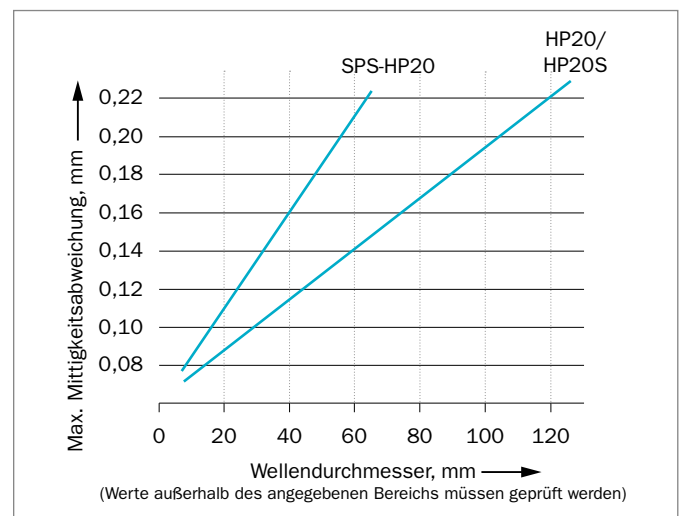

Abbildung 27: Maximale STBM-Werte (Exzentrizität der Welle gegenüber der Bohrung)
Für einen ordnungsgemäßen Betrieb der Hochdruck Stefa® Radialwellendichtringe muss der STBM-Wert unterhalb des Grenzwerts liegen. Dieser wird angegeben in Abbildung 27.
- Die maximale Exzentrizität bei Montage und Betrieb muss übereinstimmen mit Abbildung 27.